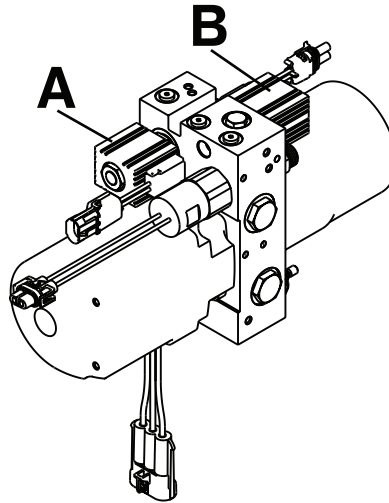

Figure 11 – Remplacement de la valve hydraulique A ou B
5. À l'aide d'une clé mixte de 3/4 po, retirer l'écrou qui fixe l'électrovanne à la vanne A (A) ou à la vanne B (B) (Figure 11). Conserver l'écrou.
7. À l'aide d'une clé mixte de 7/8 po, retirer la vanne A ou la vanne B du sous-ensemble hydraulique (Figure 11).